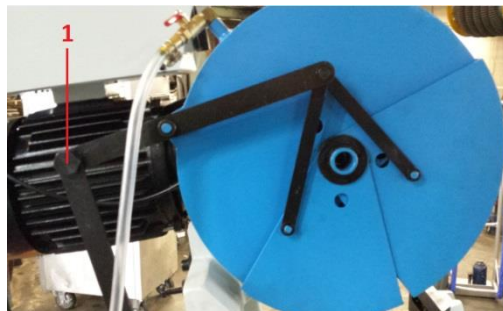

Abb. 13
1. Entfernen Sie den Bolzen (1, Abb.13) welcher den Bügel sichert um die Säge-Messerschutzkappe zu öffnen.